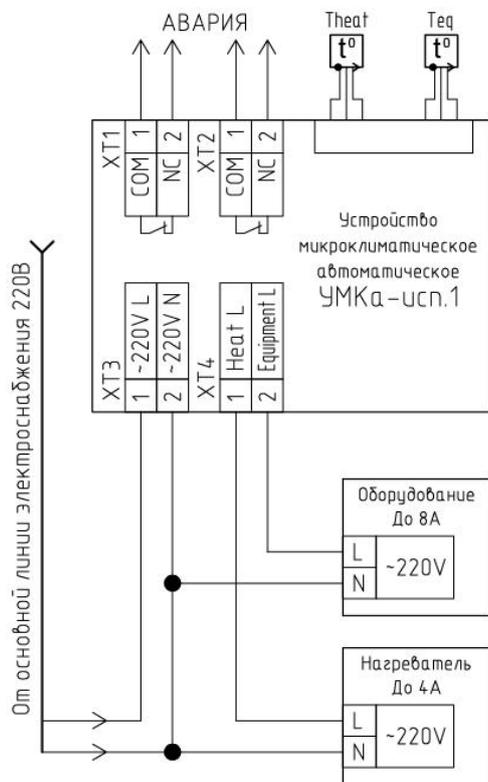

Рисунок 2. Схема подключения оборудования током потребления до 8А и нагревателя до 4А.
- 4.2 Подключение устройства к внешним цепям произвести согласно Рис. 2 или Рис.3.
- 5.5 Произвести подключение внешних кабелей и проводов к клеммам соответствующих аппаратов, клемм. Максимальное сечение вводимых кабелей не более 1,5 мм2. Усилие затяжки на клеммах не более 0,4 Нм. Подключение произвести в соответствии с Рис. 2 или Рис. 3.